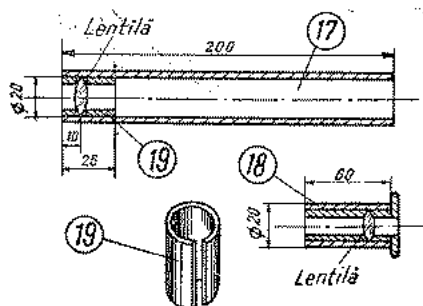

Fig. 55.
Să construim acum partea optică a microscopului (fig. 55). Așa cum observați, ea se compune din mai multe tuburi. Confecționați mai întîi tubul 17, care are interiorul egal cu diametrul lentilei obiec-
Fixarea tubului 17 de corpul microscopului se face cu un colier 1 (fig. 55). Acesta se execută din tablă. Colierul va fixa tubul 17 de suprafața curbată a piesei din lemn (4). Înainte de fixare se trece mai întîi capătul liber al axului 5 prin orificiul de 6 mm din piesele 6. Trebuie avut grijă ca în timpul introducerii să așezăm o bucățică de furtun în creșătura piesei 4 prin care va trece axul 5. Creșătura va fi suficient de mare ca să nu stingherească rotirea axului 5. La unul din capetele axului se montează un buton de radio. O deosebită atenție se cere la determinarea poziției găurilor de 6 mm diametru, date în capătul superior al pieselor (6). Ele trebuie astfel făcute, încît diametrul exterior al cauciucului de pe ax să preseze pe tubul 17 atunci cînd